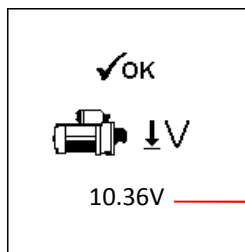
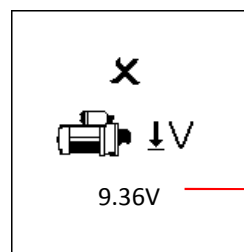

Fig. 44
Fig. 45
- Portare ora la chiave di accensione su ON e avviare l'avviamento del motore fino all'avviamento. Non appena il motore si avvia, i risultati verranno automaticamente visualizzati come mostrato negli esempi seguenti: (Fig.44 o Fig. 45)